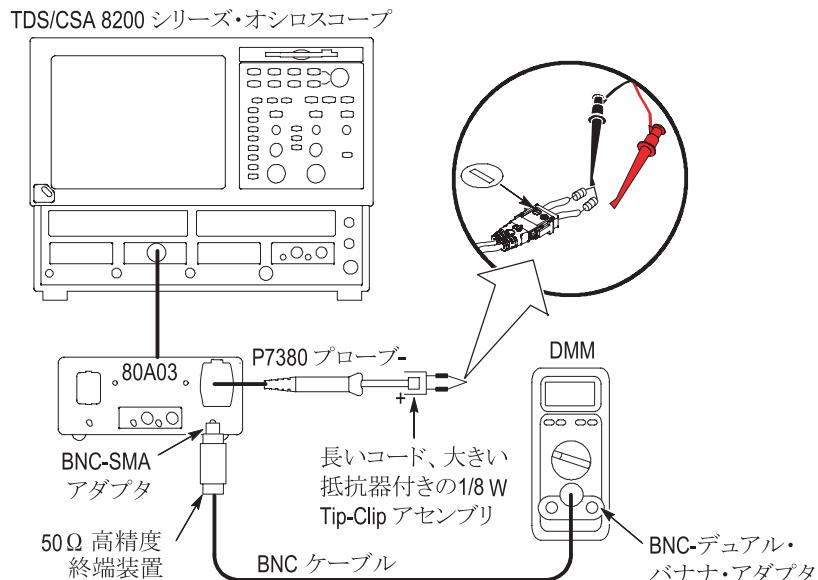

図 12：出力オフセット 0 検査用の設定
1. 図 12 に示すように機器を接続します。
3. 2 つの Tip-Clip リード線を短絡させます（図 12 を参照）。BNC (m)-ミニグラバ（黒）を、ミニグラバを接地せずに使用することをお勧めします。